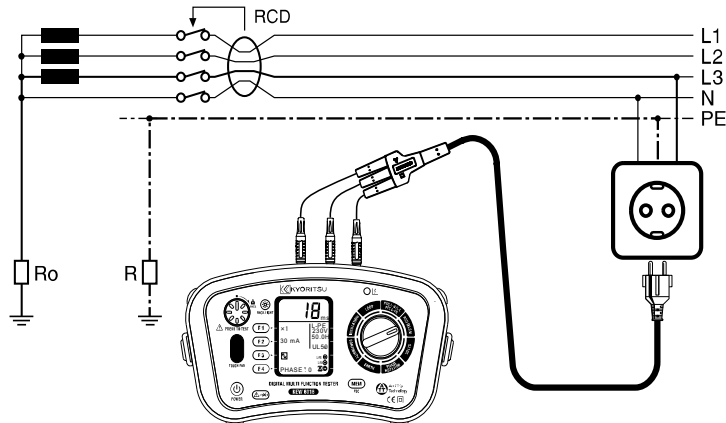

Fig.35
Ako je uzemljenje nesavršeno na Fig35, kad postoji R, kad struja greške teče ka R, javlja se električni potencijal. Postoji mogućnost kontakta osobe pri uslovima ovog nesavršenog uzemljenja, javlja se napon, koji se javlja u ljudskom telu u toku ovog vremena, koji se naziva U_c .
2. Povezati test pipalice na kolo koje se testira. (Fig.35, 36, 37)